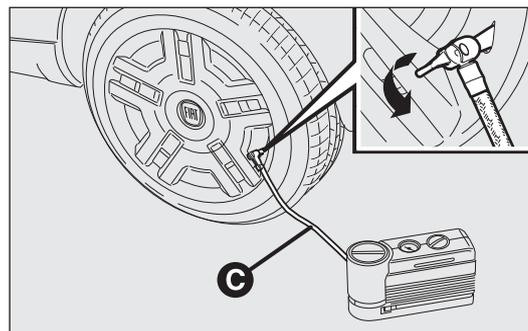

Abb. 181
- Den Ventildeckel des Reifens abschrauben, das Röhrchen C-Abb. 181 mit Schnellkupplung herausziehen und direkt am Reifenventil des betreffenden Reifens anschließen.